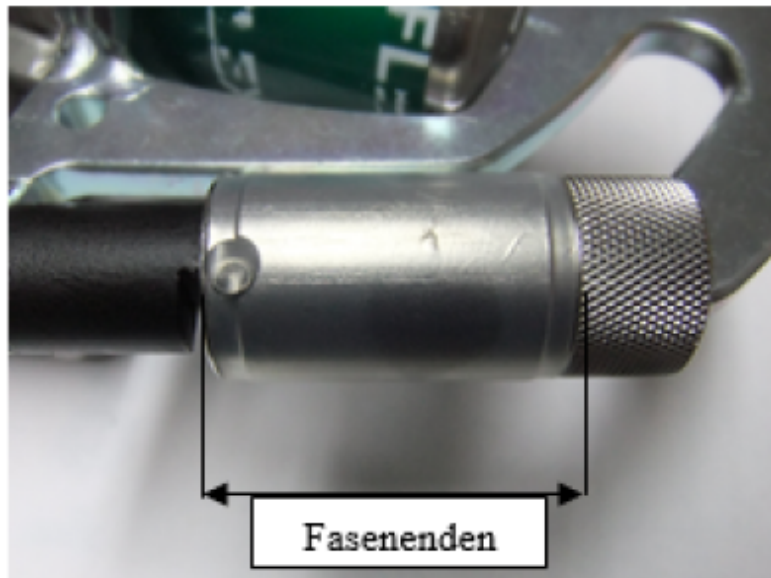

Bild Nr.1:
6.2 Optisch-Anzeigendes-Prüfmittel, Auswertegerät GM 80 (Bild Nr.1) mit den Zugkraft- Miniatur- Sensor Typ K100 (siehe Bild Nr.3) verbinden.
8.1 Bild Nr.1: Der Sensor wird zwischen Auffanggurt und Karabinerhaken mit Hilfe zweier Ringmuttern montieren.